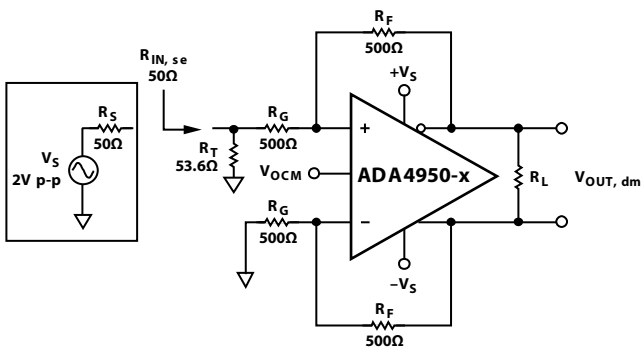

图57. 添加端接电阻 R_T
3. 图57表明，由于添加了端接电阻，现在上反馈环路中的有效 R_G 大于下环路中的 R_G 。为了补偿增益电阻的不平衡性，需要添加一个校正电阻(R_{TS})，并使其与下环路中的 R_G 串联。 R_{TS} 是源电阻 R_S 和端接电阻 R_T 的戴维宁等效值，等于 $R_S || R_T$ 。